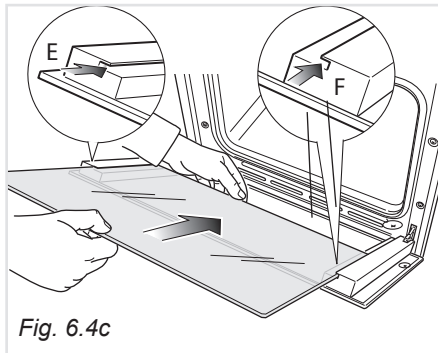
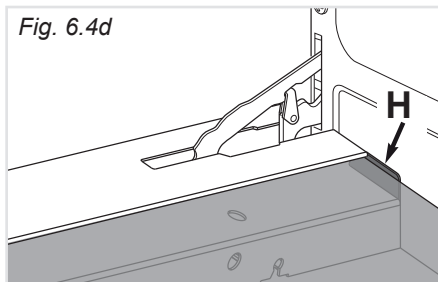

Fig. 6.4c
Fig. 6.4d
- Inserire il vetro nelle guide "E" ed "F" (fig. 6.4c) e farlo scorrere dolcemente fino ai fermi "H" (fig. 6.4d).